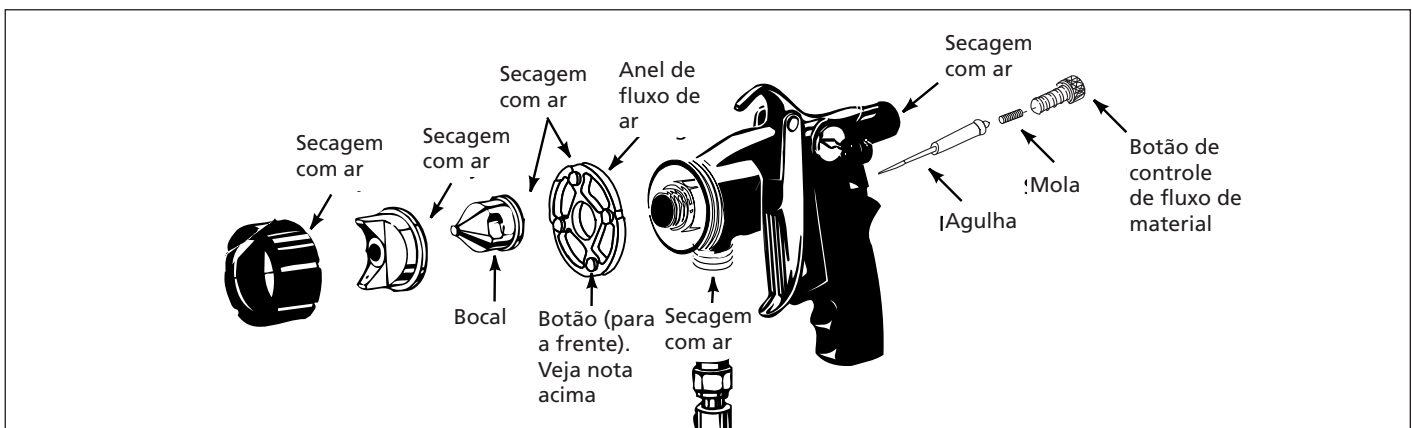

Figura 18 - Secagem dos componentes com jatos de ar
5. Reinstale os componentes em ordem inversa à desmontagem (veja a Figura 18). Instale sempre o bocal antes de instalar a agulha para evitar danificar a agulha.
6. Quando a pistola e todas as peças estiverem totalmente limpas, use a mangueira da turbina para secar as peças e sopre as passagens até secar. A secagem completa da pistola e de todos os componentes antes da montagem evita criar contaminação durante a próxima operação da unidade e inibirá a oxidação de componentes internos da pistola (veja a Figura 18).
Os quatro botões ressaltados no anel de fluxo de ar devem estar voltados para a frente (em direção ao bocal) quando montados (veja a Figura 18).